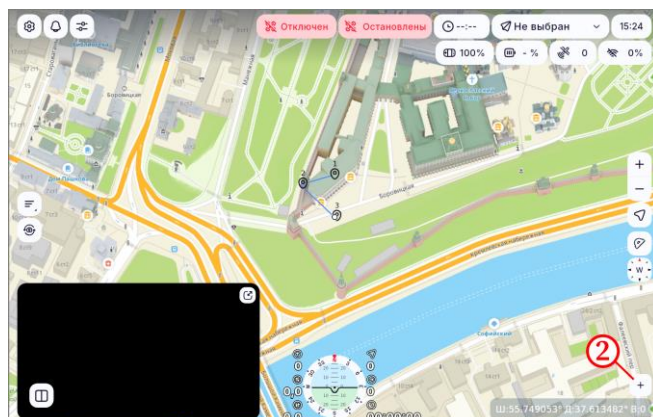

Рисунок 72
- в главном окне ПО нажать на кнопку + (рисунок 72, шаг 2);